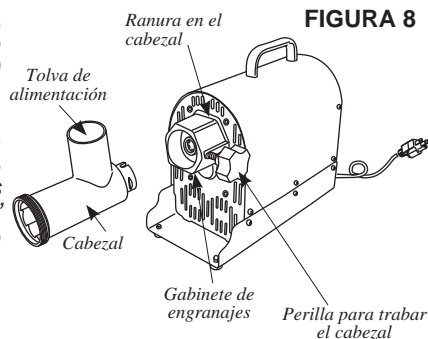

FIGURA 8
1. Inserte el **cabezal** dentro del **gabinete de engranajes** con la tolva de alimentación del **cabezal** hacia arriba. Necesitará alinear la **ranura en el cabezal** con el **pasador dentro del gabinete de engranajes**. Asegúrese de que el **cabezal** esté completamente asentado dentro del **gabinete de engranajes** (Figura 8).